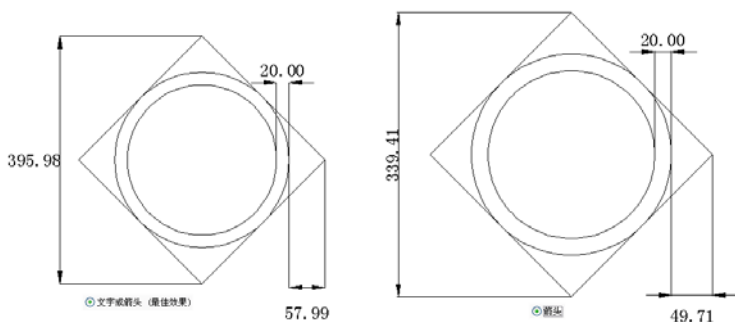

图 9.43 选择**【文字或箭头（最佳效果）】**和**【箭头】**单选按钮
- **【文字或箭头（最佳效果）】** 单选按钮：按最佳效果自动移出文本或箭头。如果空间允许，把尺寸文本和箭头都放在两尺寸界线之间；如果两尺寸界线之间只够放置尺寸文本，则把文本放在尺寸界线之间，而把箭头放在尺寸界线的外边；如果只够放置箭头，则把箭头放在里边，把文本放在外边；如果两尺寸界线之间既放不下文本，也放不下箭头，则把二者均放在外边，如图 9.43 左图所示。
- **【箭头】** 单选按钮：选中此单选按钮，按以下方式放置尺寸文本和箭头：如果空间允许，把尺寸文本和箭头都放在两尺寸界线之间；如果空间只够放置箭头，则把箭头放在尺寸界线之间，把文本放在外边；如果尺寸界线之间的空间放不下箭头，则把箭头和文本均放在外面，如图 9.43 右图所示。